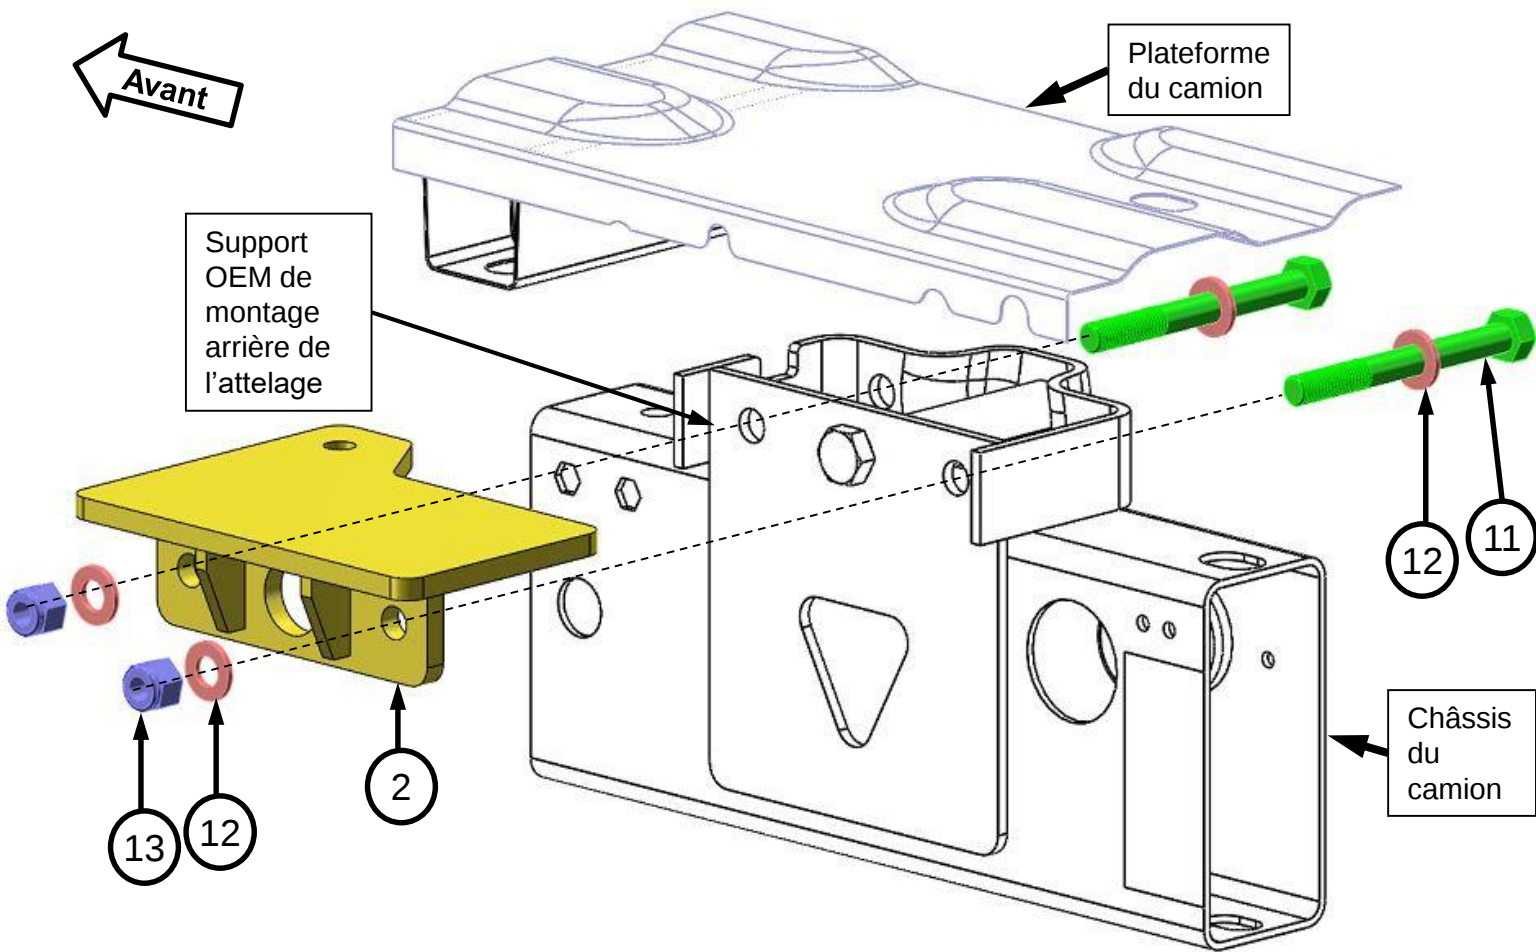

Figure 13
23. Répéter l'étape 22 pour installer le support arrière du côté passager (n° 4), comme le montre la Figure 13.